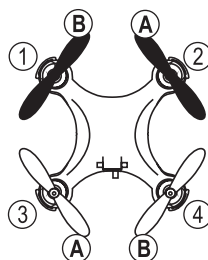

Figura 12
I rotori anteriori (figura 12, pos. 1 e 2) sono di colore nero. Il rotore 1 ruota in senso orario, il rotore 2 in senso antiorario.
I rotori posteriori (figura 12, pos. 3 e 4) sono di colore bianco. Il rotore 3 ruota in senso antiorario, il rotore 4 in senso orario.